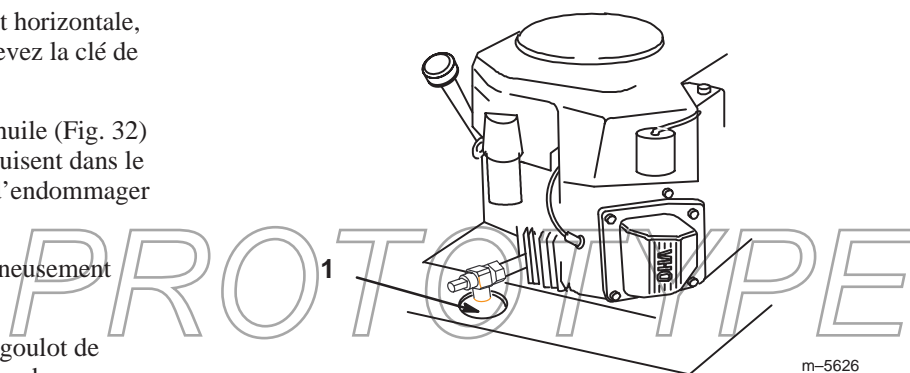

Figure 33
3. Placez un bac de vidange sous l'orifice de vidange. Enlevez le bouchon de vidange (Fig. 33).